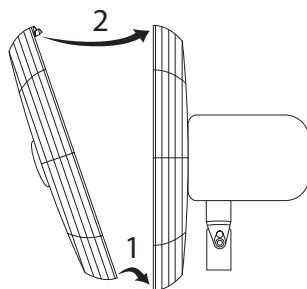

FIGURE 10
22. Le logo Hunter vous faisant face et vers le haut, introduire les languettes de la partie inférieure de la grille avant dans la couronne de la grille arrière comme le montre la figure 10, flèche 1. Déplacer ensuite le haut de la grille comme le montre la flèche 2 de la figure 10, pour que le haut de la grille avant s'engage dans la couronne de la grille arrière.